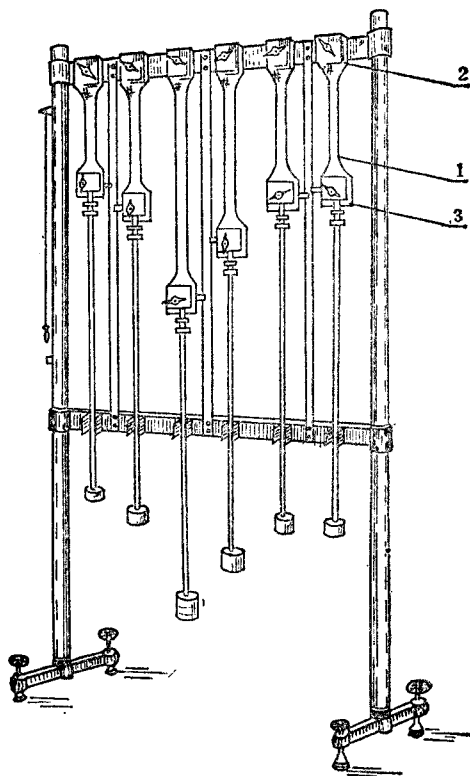

图 2
弹性模数测定器如图 2。
- 4.2 把试样准确地沿标线夹在上、下夹持器上, 如图 2。